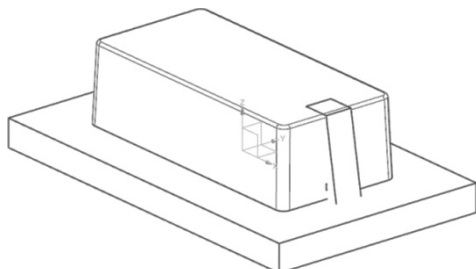

图 10-16 创建拉伸特征
(32) 单击“确定”按钮，创建拉伸特征，如图 10-16 所示。